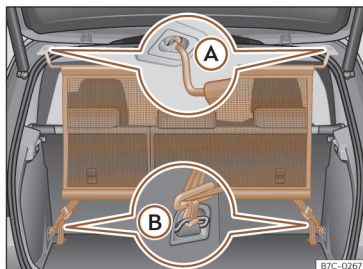

Fig. 117 Rede de separação montada.
- Engate a rede de separação no alojamento esquerdo do teto»» **Fig. 117 (A)**. Assegure-se de puxar a vareta transversal para baixo para além da posição superior.
- Engate a rede de separação no alojamento direito do teto, comprimindo a vareta transversal»» **Fig. 117 (A)**.
- Engate os dois ganchos da rede de separação nas argolas de fixação da bagageira »» **Fig. 117 (B)** e tensione bem os cintos de fixação.